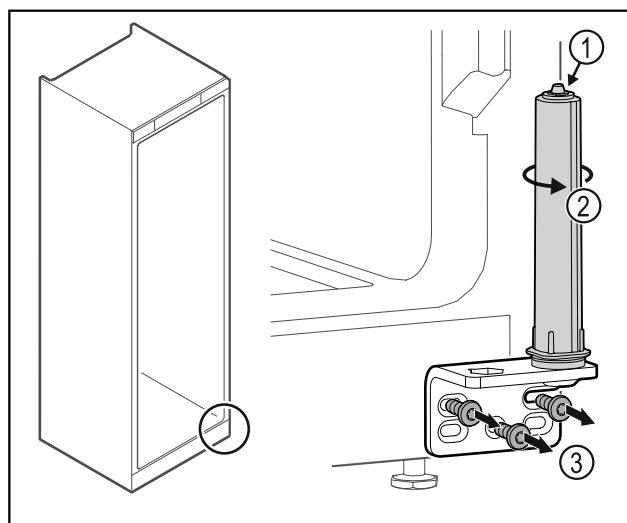

Fig. 32
- Dørlukkesystemet må ikke tas fra hverandre Fig. 32 (1).
- Drei på lukkesystemet Fig. 32 (2) til det sier klikk.
- Skru av hengselvinkelen Fig. 32 (3).